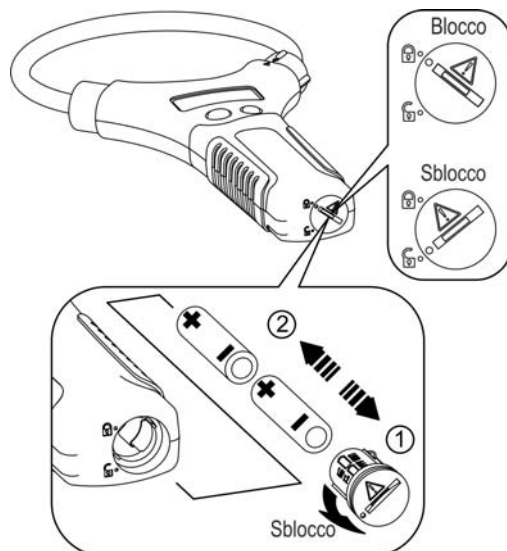

Fig. 4: Sostituzione batterie
2. Ruotare la vite di fissaggio del coperchio vano batteria dalla posizione "🔒" alla posizione "🔓", rimuovere detta copertura ed estrarre le batterie (vedere Fig. 4)
3. Inserire nuove batterie (vedere § 6.1.3) rispettando le polarità indicate (vedere Fig. 4)